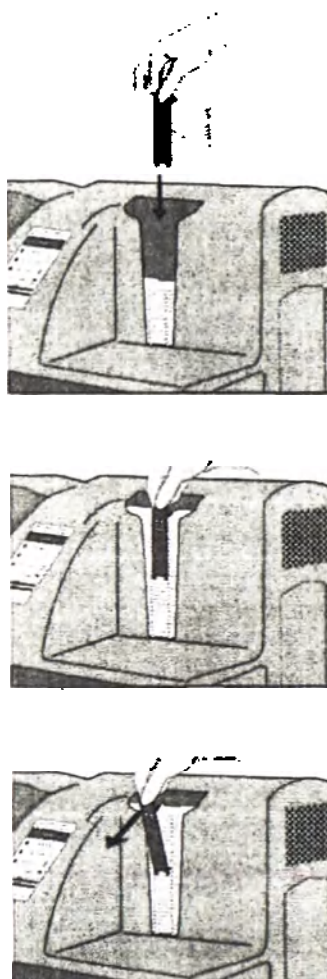

Рисунок 1: Установка сегментов для разведения в прибор CAPILLARYS 3
Проанализируйте контрольную сыворотку для электрофореза NORMAL CONTROL в штативе №0 для калибраторов / контролей CAPILLARYS 3 & MC для проверки настроек прибора. Новые сегменты для разведения необходимо поместить в отсек автоматической загрузки сегментов для разведения (см. Рисунок 1), а контейнер для использованных сегментов в отсек, предназначенный для этих целей.
- Установите реагенты из набора CAPI 3 PROTEIN(E) 6 в отсек для реагентов прибора:
- Поместите сегменты для разведения в отсек автоматической загрузки сегментов прибора (см. Рисунок 1). В данный отсек можно установить до 2 упаковок по 14 сегментов для разведения (т.е. 28 сегментов); если сегменты для разведения отсутствуют, появится соответствующее сообщение.